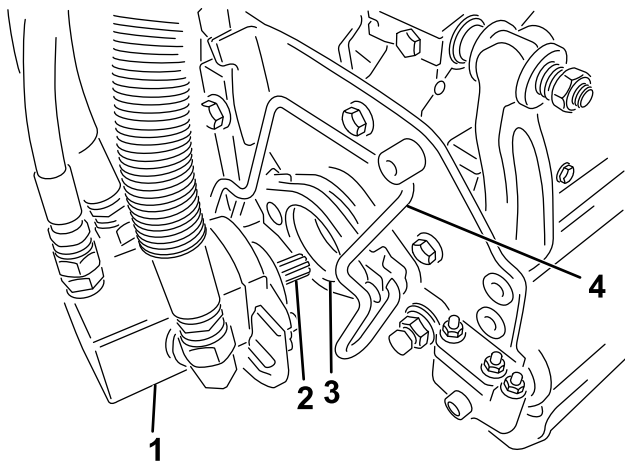

図 35
5. カッティングユニット用モータのスプラインシャフトにきれいなグリスを塗りつける 図 35。
6. モータを、カッティングユニットの左側運転席から見てに取り付け、カッティングユニットについているモータ固定バーを、モータの上から被せるようにセットし、モータの左右から「カチッ」というロック音が聞こえるまで押し下げる 図 35。